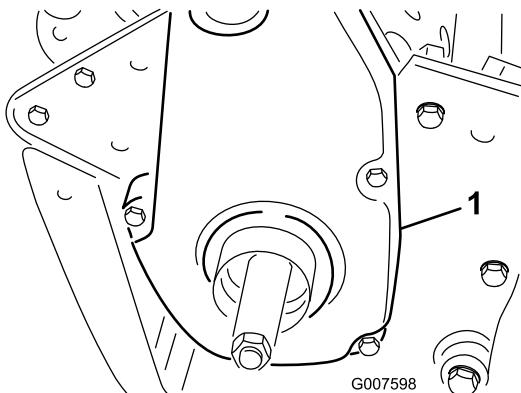

Figure 37
6. Enlevez le couvercle de courroie arrière du côté droit de la machine (Figure 37).